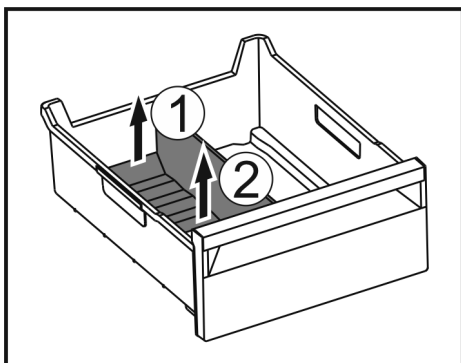

Fig. 67
- Løft den bageste del af frostrumsadskilleren. Fig. 67 (1)
- Tag frostrumsadskilleren op og ud. Fig. 67 (2)